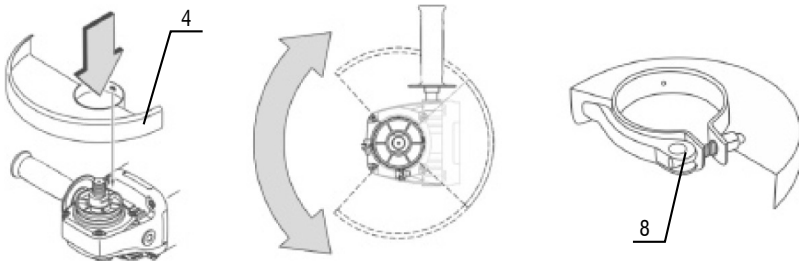

Fig. 3 – Montaje y posicionamiento de la cubierta de protección
2. Suelte el tornillo de apriete rápido (8), Fig. 3;
3. Ubique el encaje de la cubierta de protección (4) en el canal de la brida de la máquina;
4. Ubique la cubierta de protección (4) de acuerdo con el trabajo a ser realizado;
5. Apriete el tornillo (8) en la posición deseada.